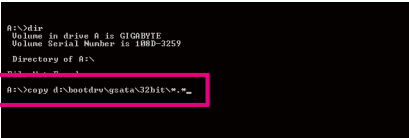

图2
- 若要复制JMicron JMB362控制器的驱动程序，请输入(图2): (注二)